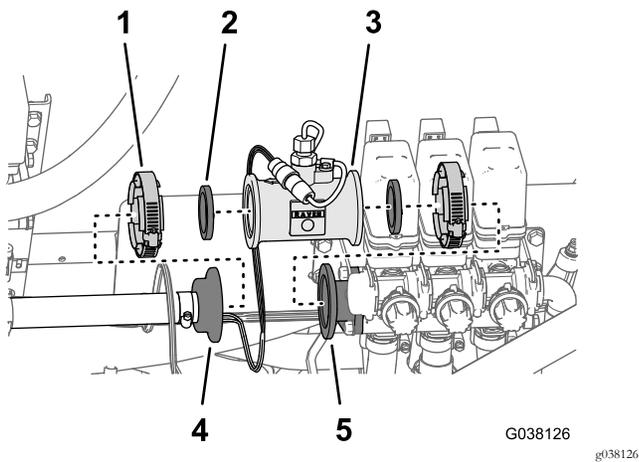

Figure 16
1. Déposez le collier bride qui fixe le raccord cannelé à bride du flexible de débitmètre au débitmètre (Figure 16).
- Retirez le collier bride qui fixe le débitmètre au raccord adaptateur sur la vanne de section de rampe gauche (Figure 16).
- Déposez le débitmètre et les 2 joints des collecteurs de vanne (Figure 16).